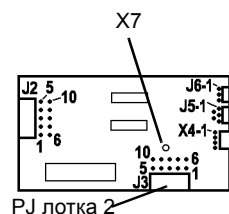

Рисунок 14 PWB управления лотка
- e. Подсоедините красный щуп мультиметра к J2-7 PWB управления лотка 1 (Рисунок 14).
- h. Подсоедините красный щуп мультиметра к J3-7 PWB управления лотка 1 (Рисунок 14).